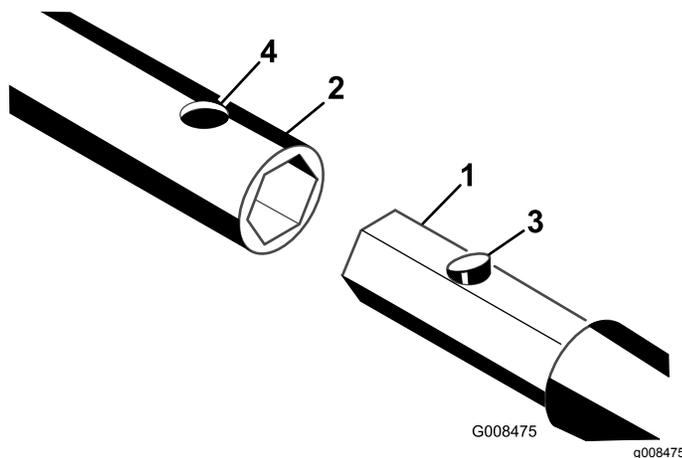

Рисунок 3
3. Введите шестигранный вал штока, буровой насадки или расширителя в гнездо. Совместите отверстие в гнезде с фиксатором с кнопкой (Рисунок 3).
4. Нажмите кнопку фиксатора и вставьте вал в гнездо, пока соединитель не войдет в отверстие гнезда (Рисунок 3).